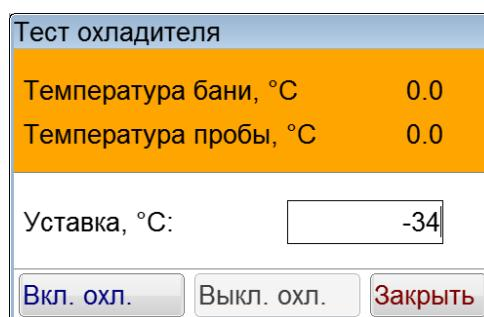

Рисунок 58 – Окно «Тест охладителя»
A.9.3 В случае нажатия кнопки [Тест охладителя] открывается окно «Тест охладителя» (рисунок 58).